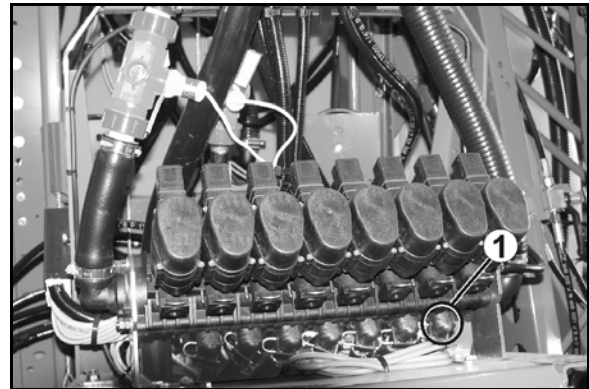

Bild 179
- Bild 179 används för val av lämplig munstyckstyp. Munstyckstyp bestäms av